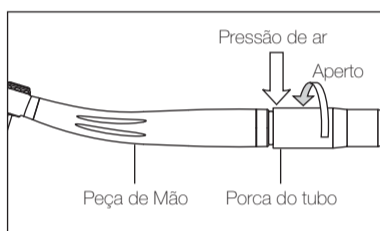

Fig. 1
- 2) Aperte a porca do tubo (Fig. 1).
Regule a pressão de ar nos pontos assinalados com seta nas Fig. 1 e 2. Os valores de regulação são indicados no quadro de especificações. Não ultrapasse a pressão de ar recomendada.